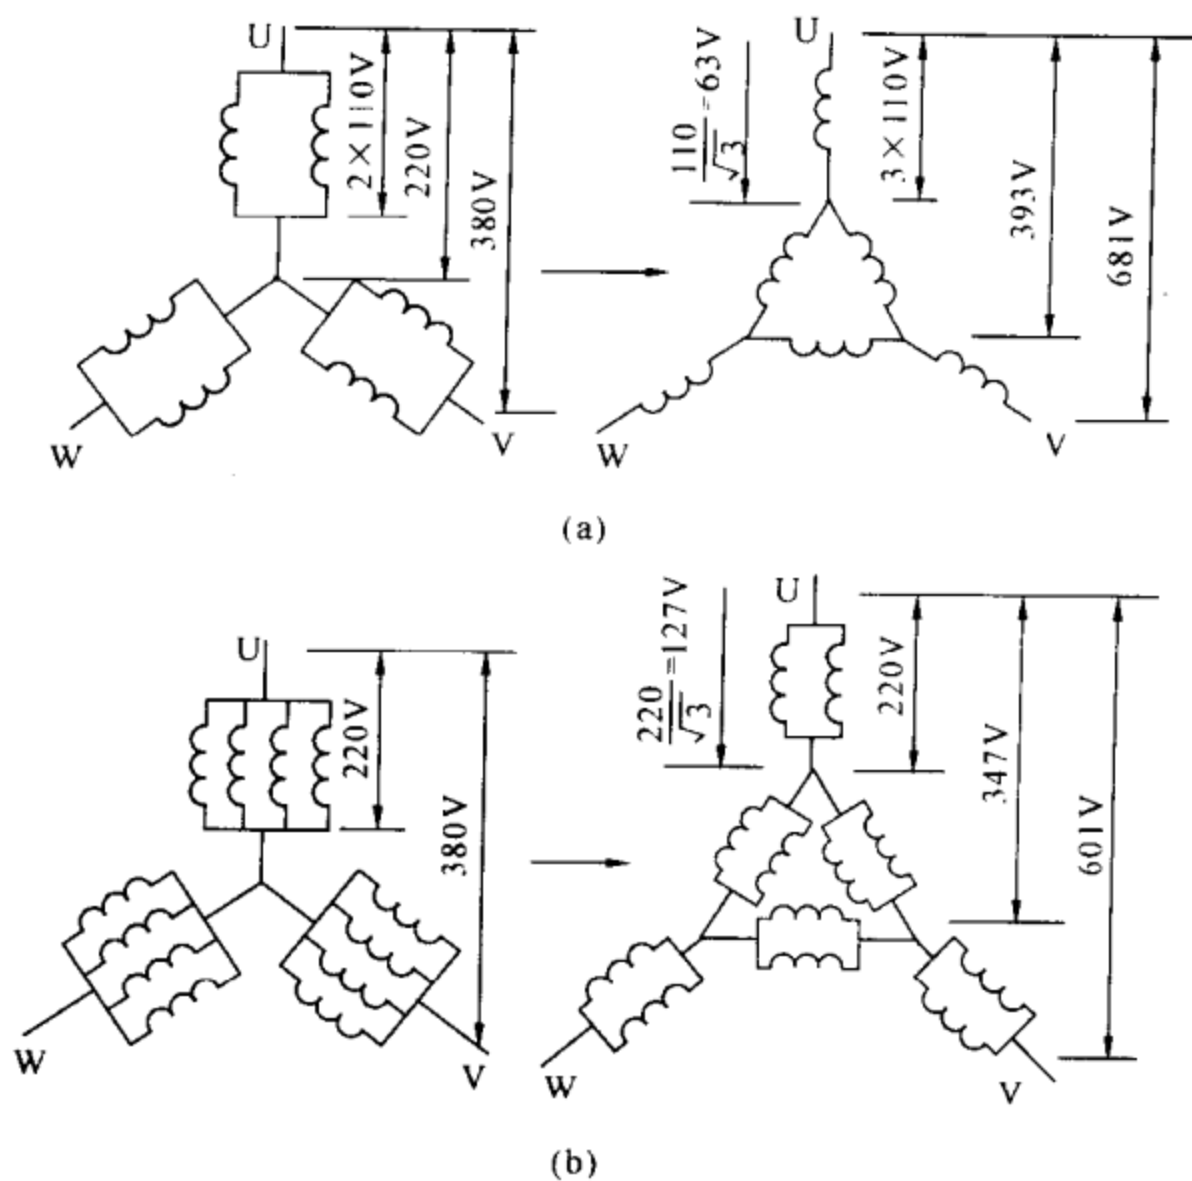
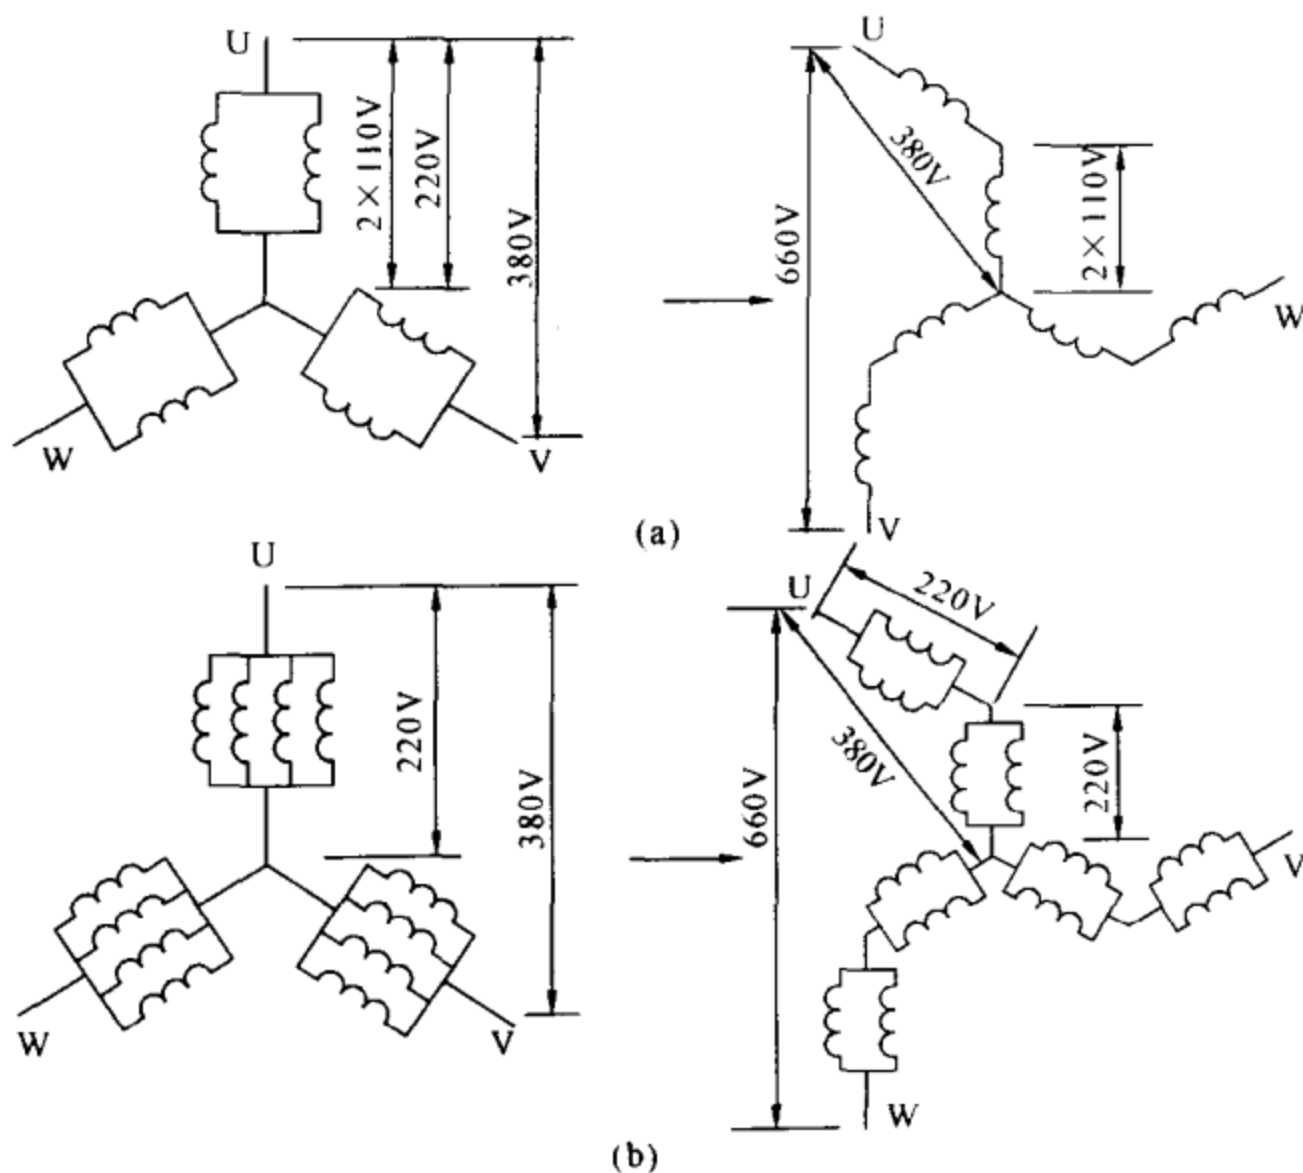
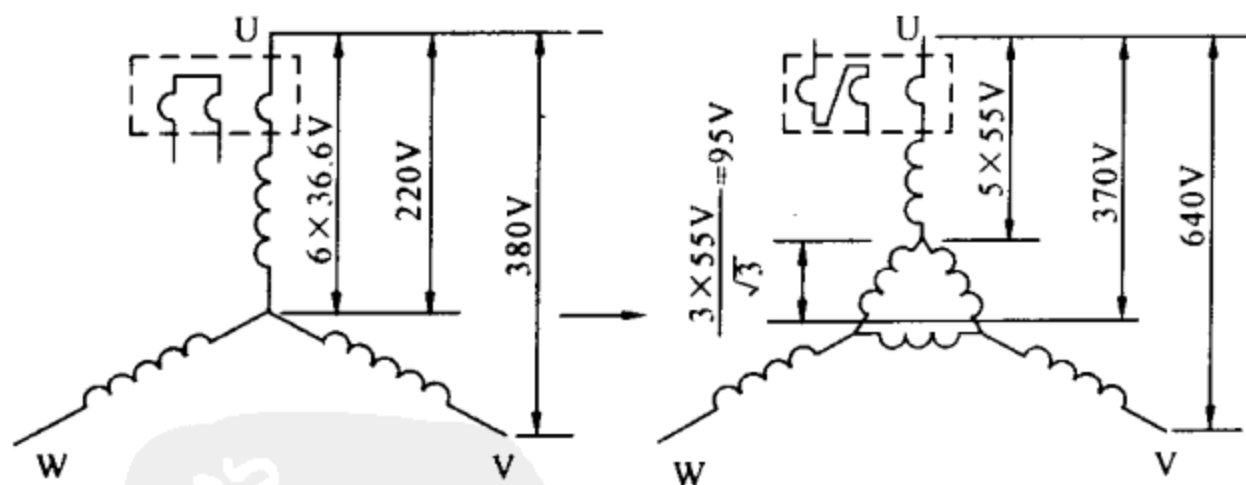

图 4-1 由二路、四路 Y 形改为 660V 内 Δ —外 Y 混合接法示意图
图 4-2 由 Y 形接法改为曲折 Z 形接法示意图
图 4-4 380V 一路 Y 形多股导线并绕同相拆股法示意图
(1) 由 Δ 形接法改为 Y 形接法：这是最简单的改接法。660V 电压是 380V 的 $\sqrt{3}$ 倍，660V 供电系统中的相电压为 380V。各种 Δ 形接法的电动机（如 Y 系列）改为 Y 形接法，便可以用于 660V 的供电系统。此种改接法的电动机绕组匝间电压和电流密度不变，改接后电动机的起动力矩和功率不变。
(2) 由二路、四路 Y 形改为 660V 内 Δ —外 Y 混合接法：二路或四路 Y 形接法的电动机可改接为一路或二路内 Δ —外 Y 混合接法。接线方法如图 4-1 (a)、图 4-1 (b) 所示。此种改接线方法是根据电动机的极数差别，在 Y- Δ 组上合理分配极相组数目，组成新的内 Δ —外 Y 混合接法。这种接法改接的电动机有的在欠压情况下运行，有的在超压情况下运行，但大部分情况是在电压偏差在 $\pm 5\%$ 范围内运行。原 380V 二极二路 Y 形、四极四路 Y 形电动机改接后电压偏差达 9%，这样长期运行是不允许的。另一种改接方法是 Y- Δ 分数混合接法，如上述二极二路 Y
(3) 由 Y 形接法改为曲折 Z 形接法：这种接线方法如图 4-2 所示，从绕组电压分配的角度来看，每一极相组的电压与未改前相同，但其实不然，不能只看线圈电压的分配，而要分析改接后阻抗的变化，特别是漏抗值对电动机的起动及最大力矩的影响是比较大的。图 4-2 (a) 的改接法打乱了原极相组的顺序，使
(5) 380V 一路 Y 形多股导线并绕同相拆股法：一路 Y 形电动机很多是多股绕制的。多股导线并绕的 Y 形电动机可视为多路并联 Y 形接法电动机，二根三根导线并绕的可按以上所述 Y- Δ 混合 [见图 4-1 (b)] 或 Z 形接线方法改接 [见图 4-2 (a)]。这种改制接线方法如图 4-4 所示。拆股后匝间有电压存在，但实践证明匝间绝缘是没有问题的。